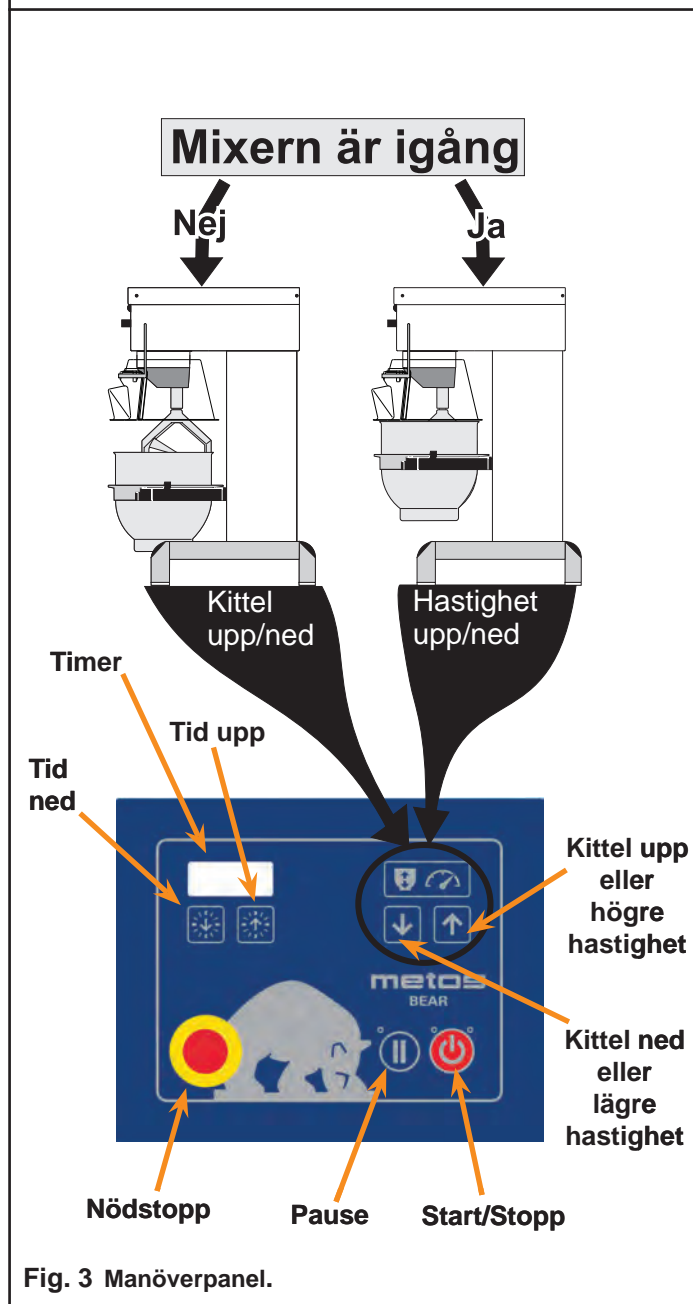

Fig. 3 Manöverpanel.
- C** Tryck på  för att lyfta kitteln (**Fig. 3**). Kitteln stannar automatiskt i högsta läget
- E** Tryck på  för att starta maskinen (**fig.3**).
På maskinens manöverpanel finns två knappar –  och , som båda har två funktioner var (**Fig.3**):
- Avaktivera nödstoppet (**fig.3**) genom att vrida det moturs eller stäng säkerhetsskärmen
- Avaktivera nödstoppet (**fig.3**) genom att vrida det moturs eller stäng säkerhetsskärmen.